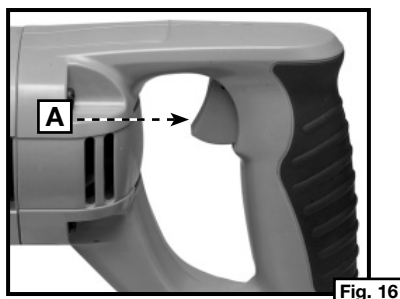

Fig. 16
2. Agarre firmemente la sierra, Fig. 14 ó Fig. 15. Apriete el gatillo (interruptor) (A) Fig. 16, para poner el motor en marcha. Suelte el gatillo para parar el motor.